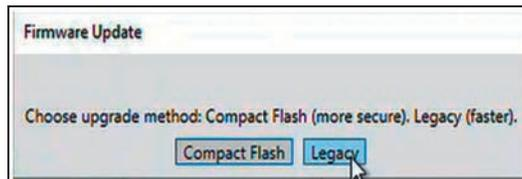
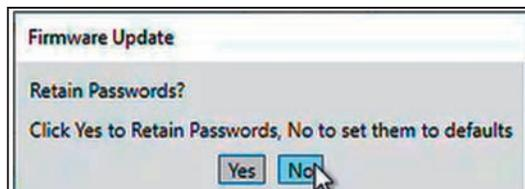

Figura 28. La ventana de diálogo de actualización de firmware elige el método de actualización para el control SDA-4540R2.
Figura 32. La ventana de diálogo de Actualización de Firmware solicitando la retención de la contraseña.
PASO 8. La ventana de diálogo Actualización del Firmware le pedirá que seleccione el método de actualización. Haga clic en una de las opciones para continuar. Ver Figura 28 para las opciones de control del SDA-4540R2 y Figura 32 en la página 28 para las opciones del SDA-4540R3.
PASO 11. Cuando actualice el firmware de 7.3.x a 7.5.x y la ventana de diálogo de actualización del firmware le pida que se conserven las contraseñas, haga clic en una de las opciones para continuar. Ver Figura 32.